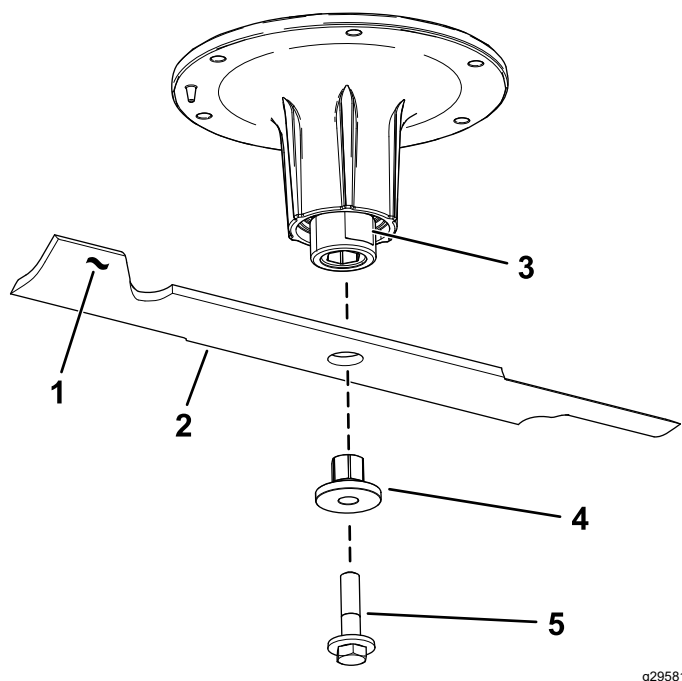

Figura 75
2. Retire el perno de la cuchilla, el casquillo y la cuchilla del eje (**Figura 75**).